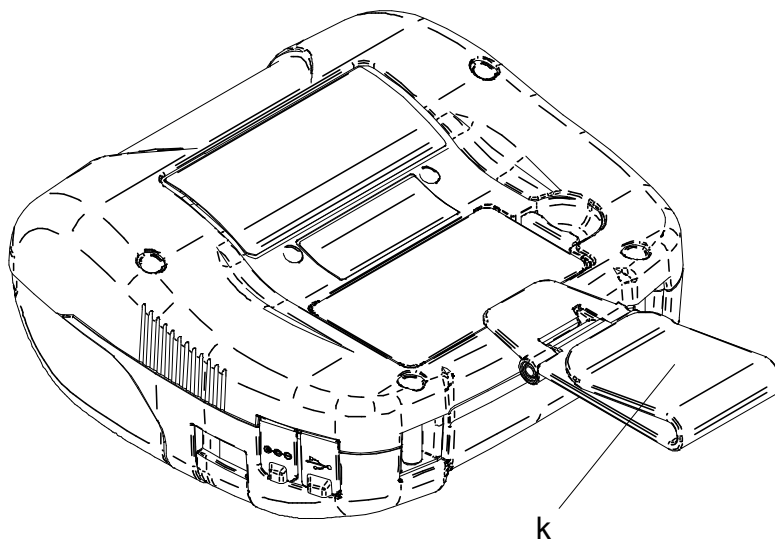

Figura 14-3 Installazione della clip da cintura (3)
- (5) Inserire la batteria nella stampante.
(6) Agganciare la parte della clip da cintura "k" alla cintura, come mostrato nella Figura 14-3.